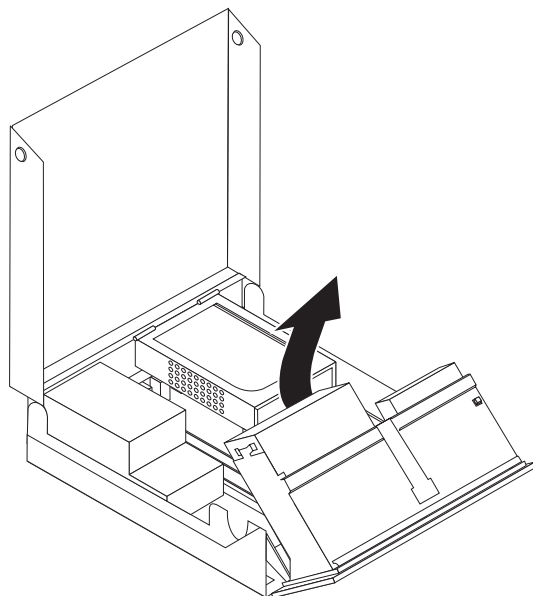

图 9. 旋转驱动器托架
2. 向上旋转驱动器托架组合件以便对连接的电缆进行操作，然后从驱动器上卸下驱动器电缆。请参阅图 9。